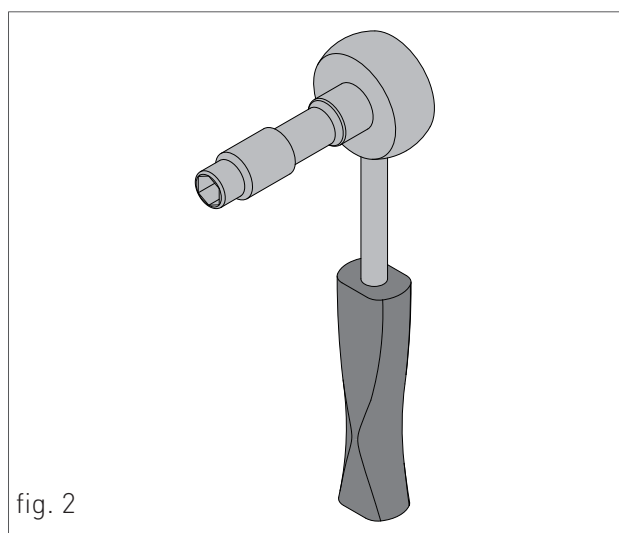

fig. 2
- › svitare le quattro viti di fissaggio (vedi A - fig. 2);
- › rimuovere il carter verso l'alto (vedi B - fig. 2).
- › Afferrare contemporaneamente le staffe di supporto del pannello comandi (vedi C - fig. 2) allargandole, e spostare il pannello comandi dalla posizione '1' alla posizione '2' (vedi dettaglio, C - fig. 2);
- › svitare le due viti e rimuovere il piastrino (vedi D - fig. 2).
10. SEGNALAZIONE FIAMMA PRESENTE / INDICA ANCHE, SU 3 LIVELLI DI PERCENTUALE, IL GRADO DI POTENZA DI MODULAZIONE DELLA CALDAIA (fig.2)